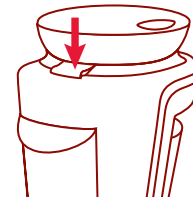

Figura 1
1. Asegúrese de que la unidad esté desenchufada. Colóquela sobre una superficie limpia y seca. Gire la unidad para que la parte posterior quede frente a usted. Presione el botón de liberación del depósito de hielo. Levante la parte posterior del depósito de hielo y retírelo. Esto expondrá la paleta de triturar y la tolva de hielo. *Figura 1*